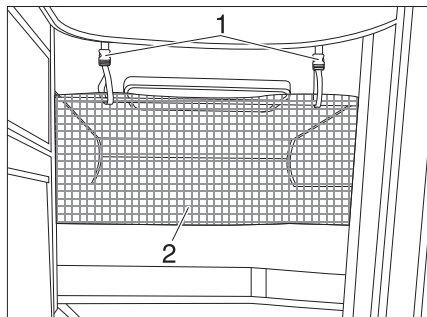

Bild 166 Sicherungsnetz
Das Sicherungsnetz (Bild 166,2) ist serienmäßig zwischen Matratze und Lattenrost verstaут. Das Sicherungsnetz erst aufspannen, wenn sich die Person bereits im Bett befindet.
- Die Haltebänder (Bild 166,1) in die Halterungen an der Decke einrasten.